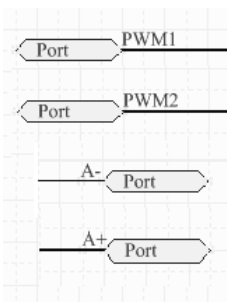

图 5-1-11 系统默认的双向端口样式
⑤ 当所有端口放置完毕后，右击撤销放置端口命令。此时所有端口变为如图 5-1-11 所示的系统默认的双向端口样式。